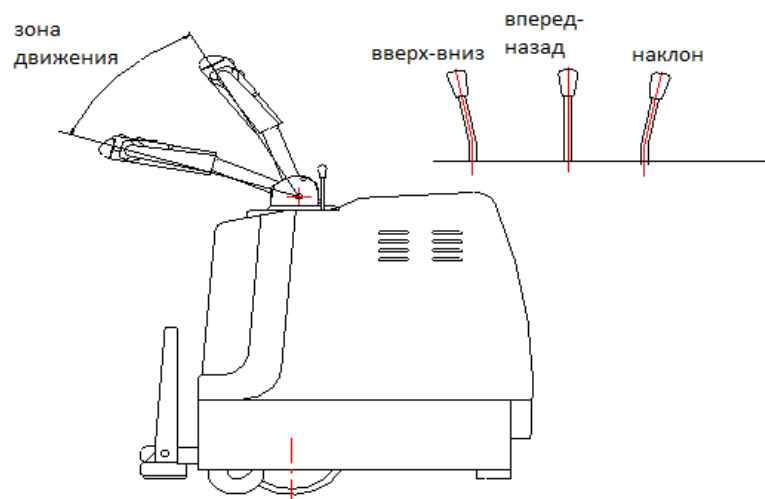

Рис.2
5.1.3 Проверьте, исправен ли тормоз штабелера. Проверьте подъем, опускание, выдвигание вилок вперед и назад, а также движение погрузчика вперед и назад, чтобы убедиться, что он нормально функционирует. Проверьте, нормально ли работает аварийный обратный ход штабелера, с помощью метода, указанного на рис.2
5.2.1 Примечание. Боковой магнитный тормоз установлен на конце вала двигателя ведущего колеса, а на вращающемся валу рабочего поворотного рычага установлены кулачок и толчковый переключатель. Только когда поворотный рычаг находится под углом $30^\circ \pm 20^\circ$ (как показано на рис.2), погрузчик может получить работать и передвигаться. При изменении угла наклона, штабелер затормаживается. В этом случае погрузчик может поднимать, опускать и перемещать грузы вперед и назад. При подъеме, опускании и перемещении грузов штабелер не может передвигаться, как показано на рис.2.